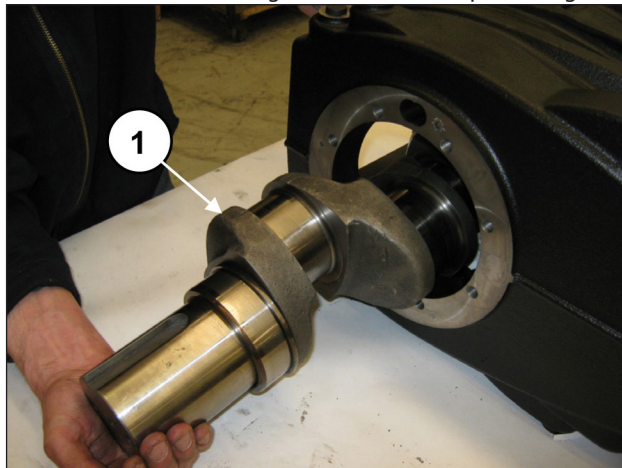

Fig. 31
Sfilare dal carter l'albero a gomiti dal lato PTO (pos. ①, Fig. 31).